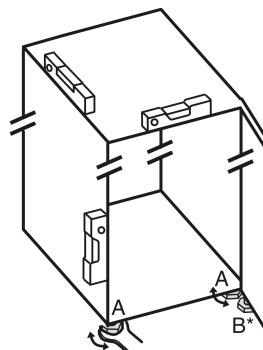

Fig. 4
- ▶ Odvornite podesive nožice Fig. 4 (A) priloženim viličastim ključem i libelom prema van dok uređaj ne stoji čvrsto i ravno.
- ▶ Odvijte podesivu nožicu Fig. 4 (B) na podlošku ležaja priloženim viličastim ključem dok se ne podupre o pod.
- ▶ Nastavite okretati podesivu nožicu Fig. 4 (B) za 90°.